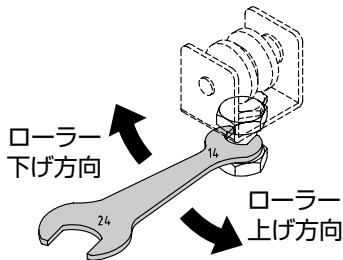

図4-5
- ③ ①で差し込んだ対辺14スパナでシャフトを回転し、上下調整を行なってください。（図4-5参照）